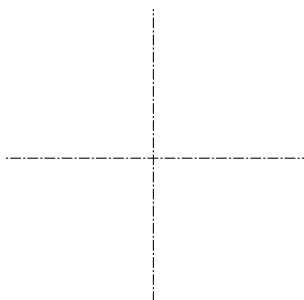

图 3-94 绘制两中心线
(1) 单击工具栏中的“新建文件”按钮.
(2) 在弹出的“新建”对话框中选择“草绘”单选按钮, 默认系统的设置, 单击“确定”按钮, 进入草绘工作界面。
(3) 单击工具栏中的“中心线”按钮, 在绘图区的中间位置绘制两互相垂直的中心线。如图 3-94 所示。